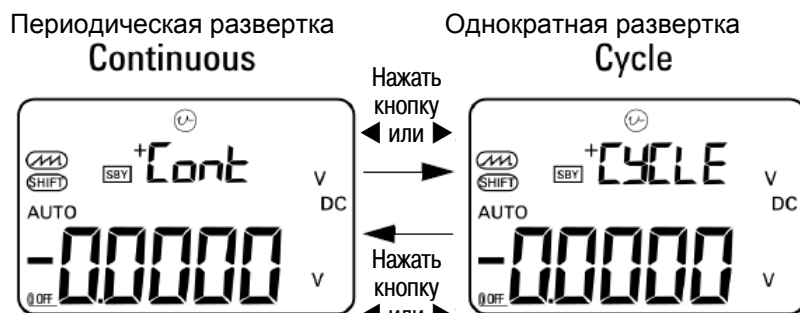

Рис. 2-4 Выбор режима Autoramp
4. После выбора нужной функции нажимайте кнопку **◀** или **▶**, чтобы выбрать один из двух режимов формирования выходного сигнала: Continuous (периодическая развертка) или Cycle (однократная развертка). На вторичном индикаторе индицируется соответственно **Cont** или **CyCLE** (см. рис. 2-4 на стр. 27).